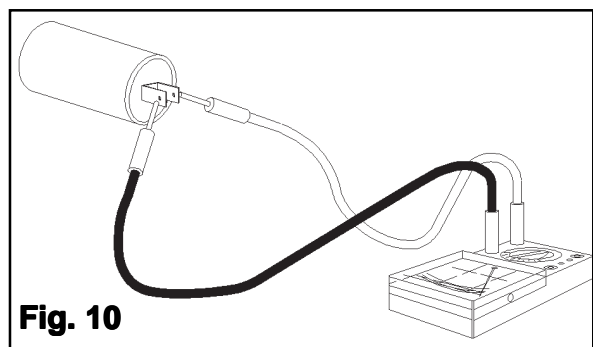

Fig. 10
- Posizionare il tester sul valore più alto della scala ohmica (x1000), la lancetta dovrà oscillare velocemente avanti e indietro nel momento in cui i puntali del tester toccheranno i terminali del condensatore (Fig. 10).
- With the tester set to (x1000) connect it with the capacitor terminals. The needle must swing sharply away and back the moment the tester prods touch the capacitor terminals (Fig. 10).